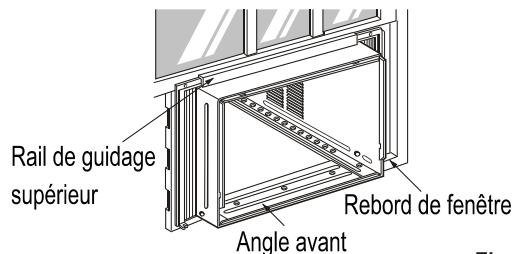

Fig. 1
1. Déposez les vis situées de part et d'autre et à l'arrière du boîtier. (Fig. 1)
Placez le boîtier soigneusement sur le rebord de fenêtre et alignez le repère central de sa portion inférieure avant avec la ligne tracée sur le rebord de fenêtre. (Fig. 1)